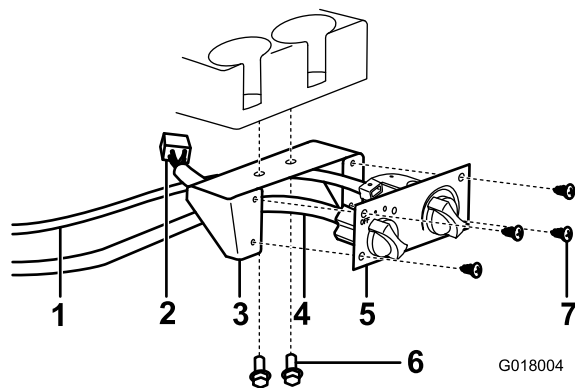

Figura 29
6. Conecte el soporte del control del calentador al salpicadero bajo los portavasos con 2 pernos con arandela prensada y tuercas (Figura 29).
7. Conecte el cable de control del calentador y el conector del arnés de cables negro al control del calentador y el conector del arnés de cables blanco al calentador (Figura 29).
8. Sujete el control del calentador a su soporte usando 4 tornillos para chapa (Figura 29).